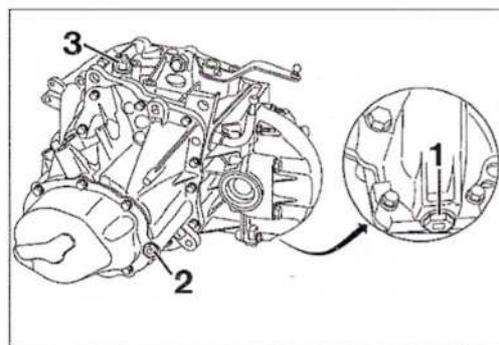

FIG. 13
- Desmontar el tapón (1) para efectuar el vaciado (Fig.13).